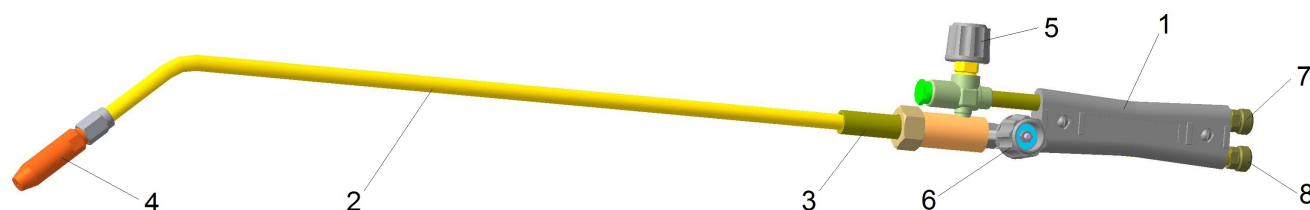

Рис.1 Горелка Г5А-1
4.1 Горелка (рис.1) состоит из ствола 1 и комплекта наконечников 2, присоединяемых к стволу накидной гайкой. Наконечник состоит из смесителя 3 со съёмным инжектором, трубки и мундштука 4. Ствол горелки имеет регулировочные клапаны кислорода 5 и горючего газа 6 и присоединительные штуцеры 7 и 8.